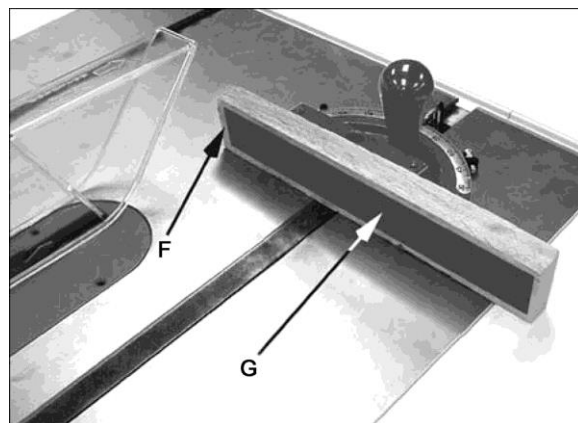

Рисунок 9-9
Чтобы увеличить эффективность углового упора при поперечном пиении, некоторые пользователи устанавливают дополнительную деревянную накладку (F, Рисунок 9-9) с приклеенной полосой наждачной бумаги (G), чтобы помочь удерживать заготовку.